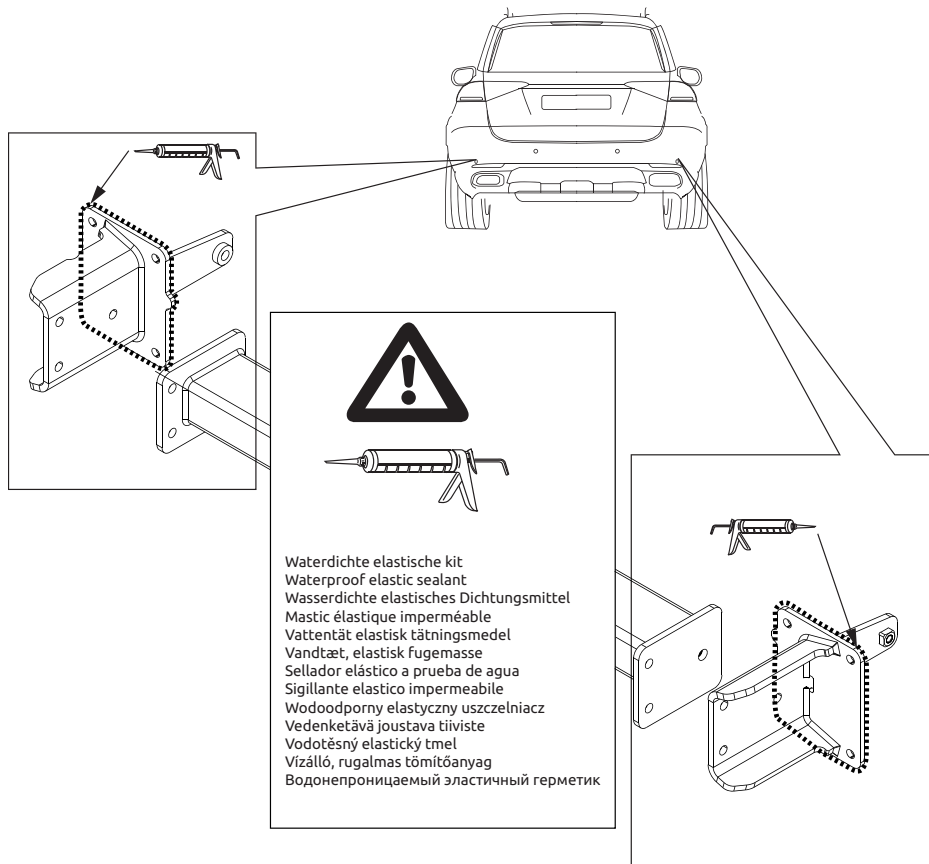

Fig. 2
6. Герметизировать обозначенные части (см. рис. 2)